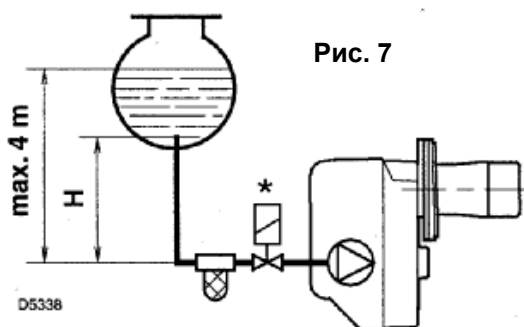
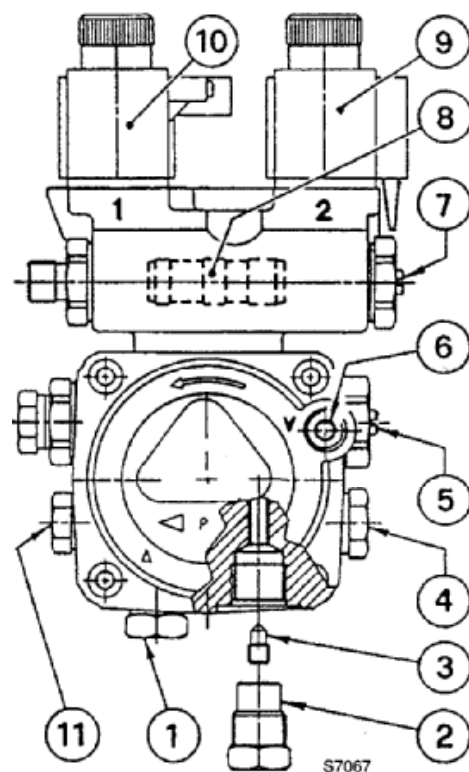

Рис. 7
Рис. 8
- Насос поставляется настроенным на работу по двум шлангам. Для работы по одному шлангу необходимо отвернуть резьбовую крышку возвратного клапана (2), вывернуть и удалить винт байпаса (3) и завернуть обратно крышку (2) (см. рис. 8).
В системе на рис. 7 достаточно ослабить крепление вакуумметра (6 на рис. 8) и дожидаться, пока топливо не начнет вытекать из-под него.